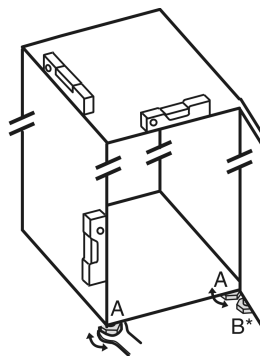

Fig. 6
- ▶ Vyskrutkujte nastaviteľné nohy Fig. 6 (A) priloženým vidlicovým kľúčom a pomocou vodováhy, kým zariadenie nebude pevne a stabilne vyrovnané.
- ▶ Vyskrutkujte nastaviteľnú nohu Fig. 6 (B) na ložiskovej konzole priloženým vidlicovým kľúčom, kým nebude dosadať na podlahu.
- ▶ Otočte nastaviteľnú nohu Fig. 6 (B) ďalej o 90°.